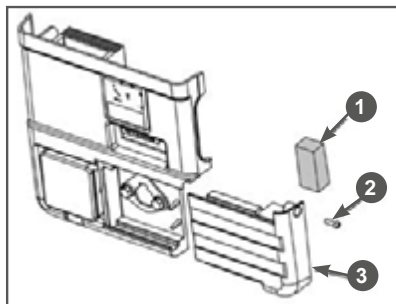

Рис. 10 Обслуживание воздушного фильтра
1. Открутите винт 2, сдвиньте крышку 3 воздушного фильтра в сторону и извлеките из крышки воздушный фильтр 1 (Рис. 10).